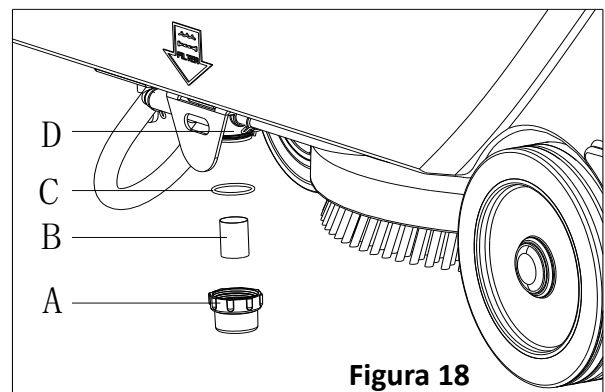

Figura 18
4. Retire a tampa do filtro de solução (A, Figura 18) para limpar o ecrã do filtro (B), e volte a colocar no suporte do filtro (D).